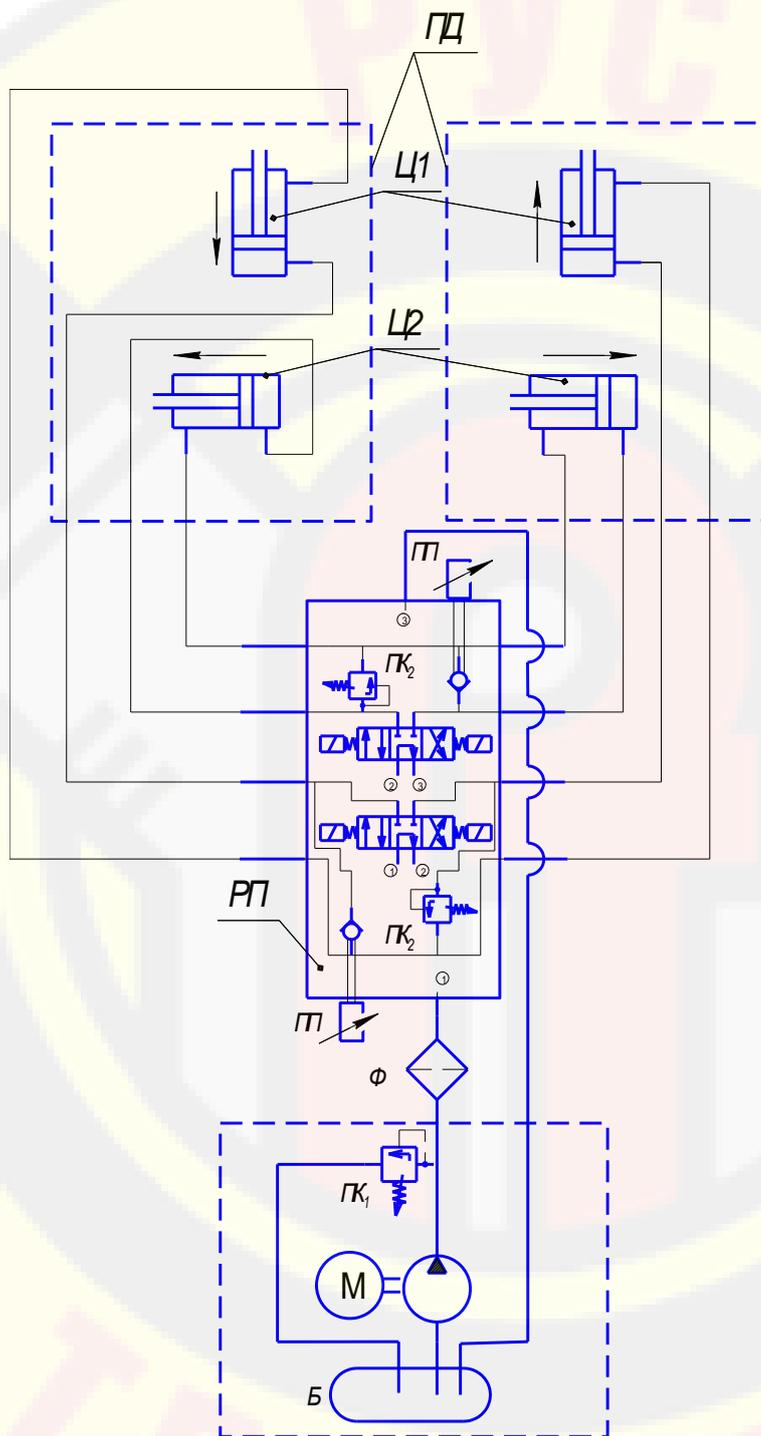

Рис.2. Гидравлическая структурная схема люфт-детектора ДГ 015.
Двигательную функцию люфт-детектора выполняет гидропривод поступательного движения. Гидравлическая структурная схема люфт-детектора ДГ 015 представлена на рис.2.
- соединяем рукава высокого давления (РВД) согласно схеме (рис.2) и биркам соответствия;